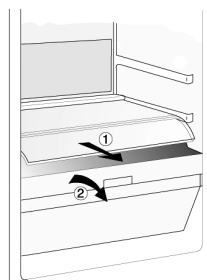

Fig.2
2. Retirez le compartiment (voir **Fig. 2**).